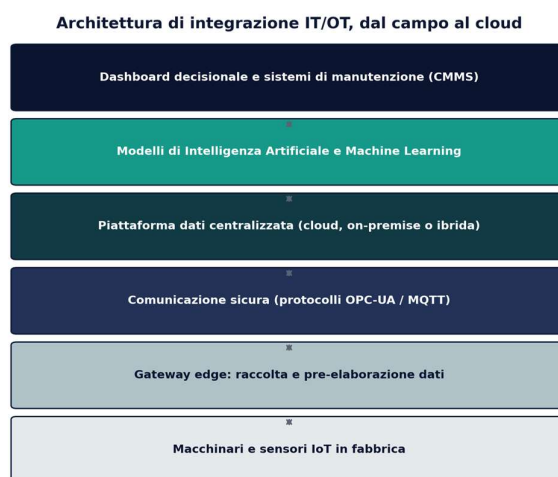

Figura 3 — Architettura di integrazione IT/OT, dal campo al cloud
- Figura 3 — Architettura di integrazione IT/OT, dal campo al cloud